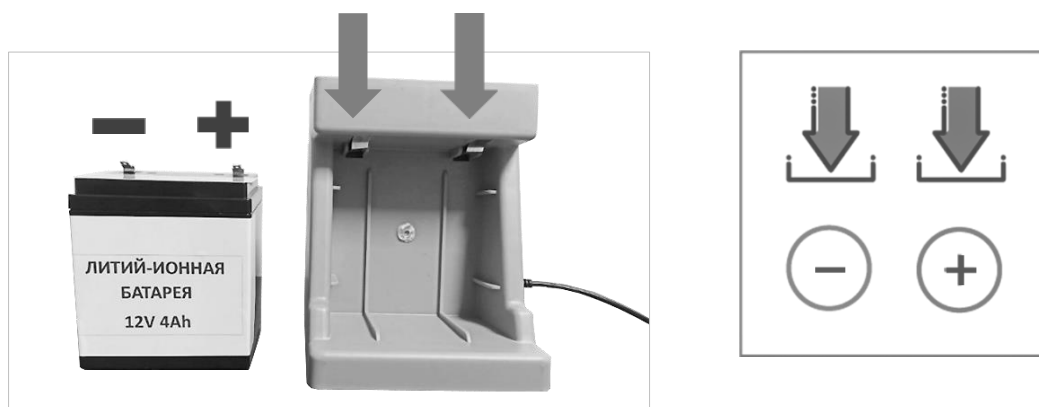

Рис.14
5.6 Зарядное устройство (Рис.14).